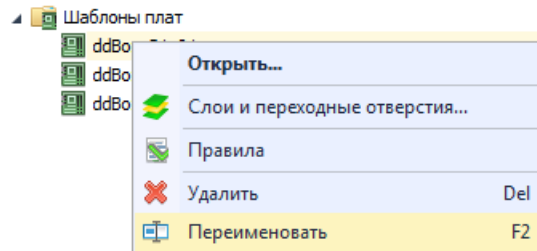

Рис. 139 Переименование шаблона платы
2. Вызовите контекстное меню и выберите пункт «Переименовать», Рис. 139. Для данного действия также задана горячая клавиша F2.